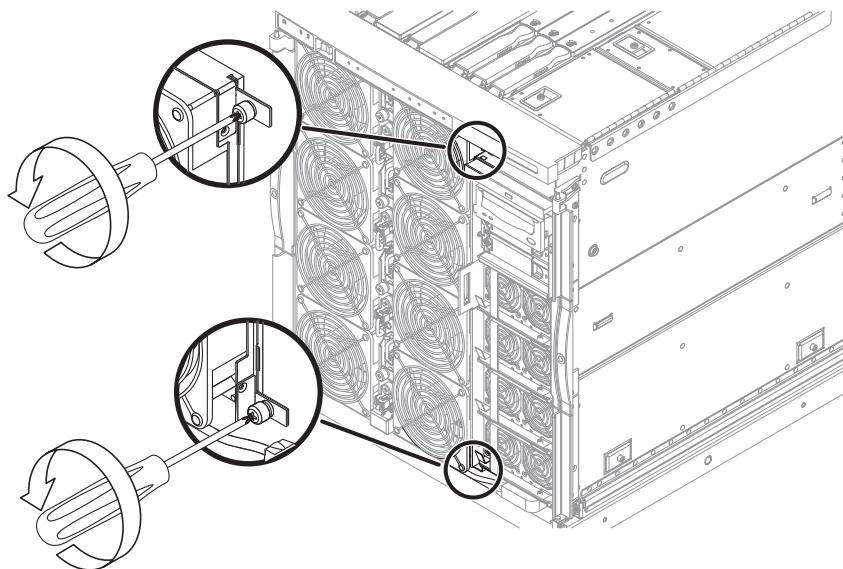

図 7-6 ファントレーの脱落防止機構付きねじの緩め方
7. 次の順序で、ファントレーの2本の脱落防止機構付きねじを緩めます(図 7-6)。
5. 2 本の脱落防止機構付きねじを締めます。脱落防止機構付きねじは、右側の上下に 1 本ずつあります (図 7-6)。